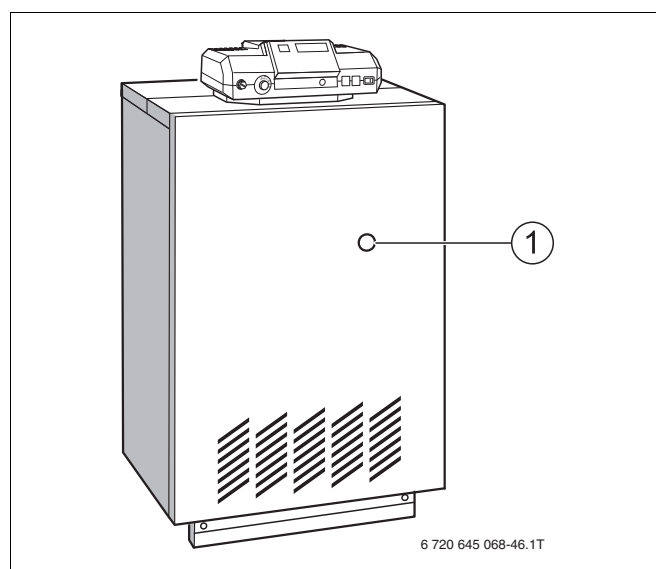

Рис. 26 Кнопка подавления помех/сигнальная лампочка
- Если горит сигнальная лампочка на кнопке подавления помех (Рис. 26, **поз. 1**), то нужно нажать кнопку.